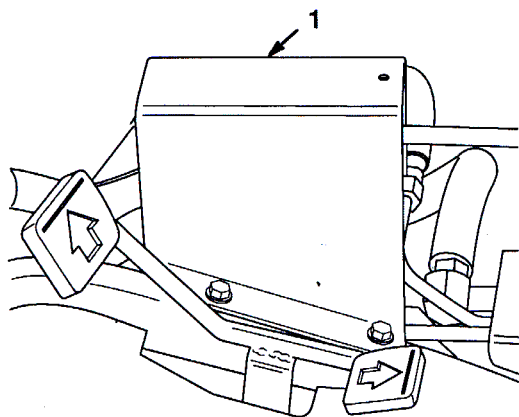

図 45
1. スプールNo.1, No.2, No.3 をニュートラル位置（行程ニュートラル位置の時に上昇ペダルと芝刈りペダルの高さの中央）に置き、フット・パネルからトランスファ・ロッド・ガードを取る。（図45）